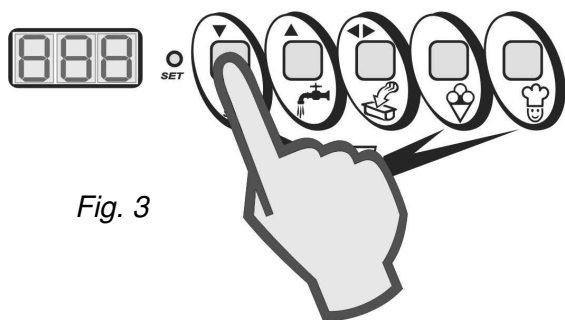

Fig. 3
- Cuando todo el producto haya salido de la puerta, presione la tecla STOP para detener la máquina y cerrar el platillo surtidor (Fig. 3).